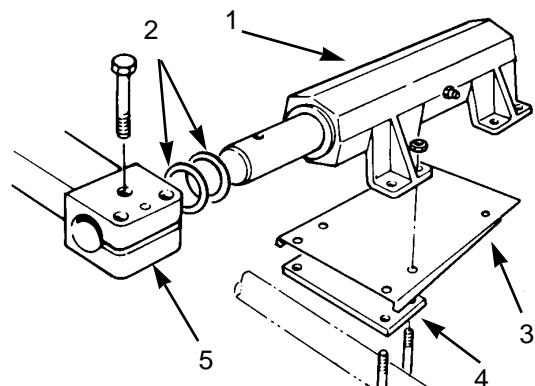

図5
固定ヘッド・キット・アセンブリ(図5)を各カッティングユニットに取り付けます(キットについているカバープレート、姿勢調整プレート、Uボルト、ロックワッ
1. 各昇降アームから3本のボルト(図5:メートルネジ)を外す。
5. 昇降アーム・ボルト(3本; 図5)を元通りに取り付けるが、まだ締め込まない。